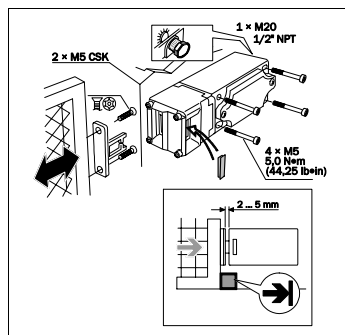

Fig. 1: montaggio
- Montare l'interruttore di sicurezza con accoppiamento geometrico (vedere Fig. 1).
- Predisporre un ulteriore finecorsa per la parte mobile del dispositivo di protezione (vedere Fig. 1).